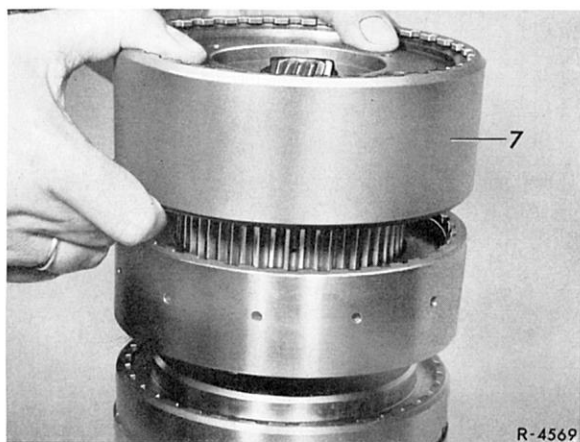

Bild 27–2/5
7 Bremsbandtrommel B 3 (7) samt vorderem und mittlerem Planetenradsatz abheben (Bild 27–2/5).